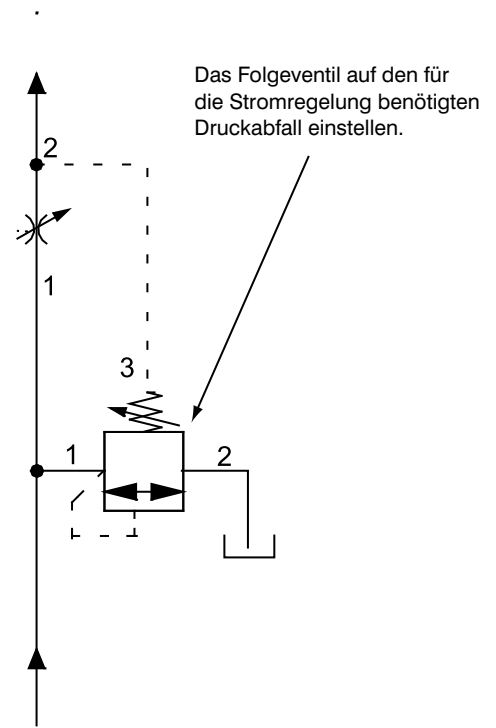

Bild2:
- Ein Folgeventil kann auch als einstellbare Bypass-Druckwaage arbeiten. (Siehe Bild 2 auf Seite 2)